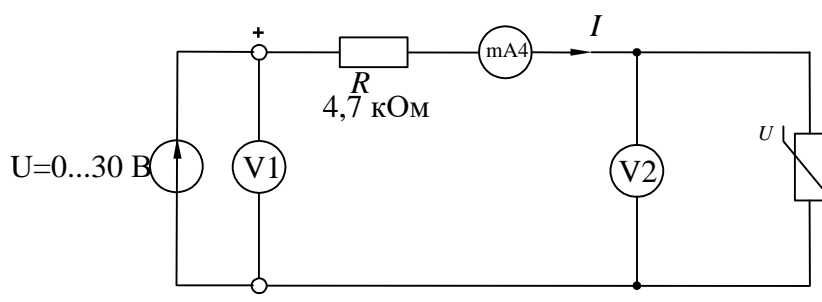

Рисунок 6 – Схема исследования варистора
2.1. Соберите электрическую цепь согласно схеме (рис. 6) и измерьте токи в варисторе при напряжениях, указанных в таблице 4. Измерение тока и напряжения проводите мультиметром или виртуальным прибором.